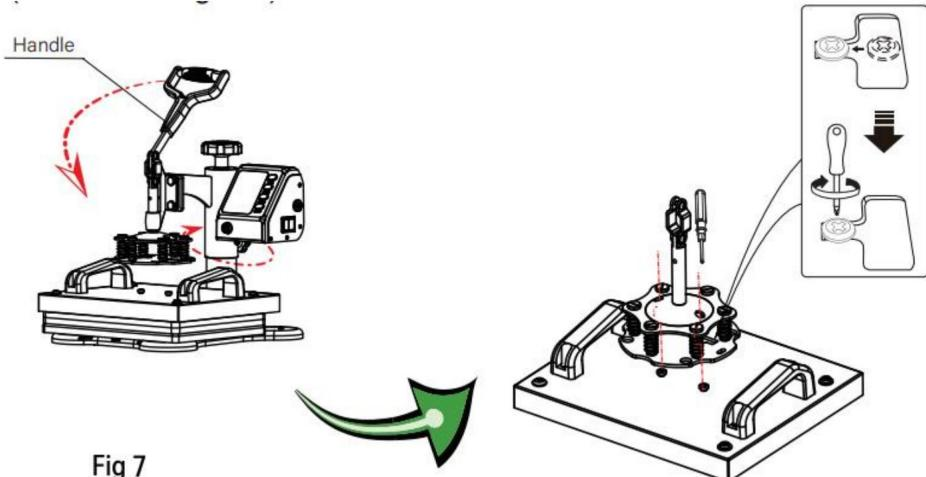

Fig 7
6. Obróć głowicę z powrotem do pierwotnej pozycji i delikatnie naciśnij uchwyt, tak aby nasadka śruby z łbem kubkowym nad płytą dociskową zatrzasnęła się w szczelinie, a następnie zablokuj ją na miejscu za pomocą śrubokręta (jak pokazano na rys. 7).